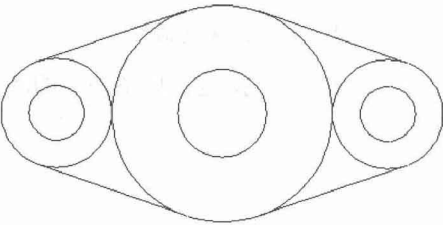

图1-50 绘制切点间的直线
(6) 使用 Line（直线）命令，捕捉圆的切点，绘制连接两个切点的直线，如图 1-50 所示。